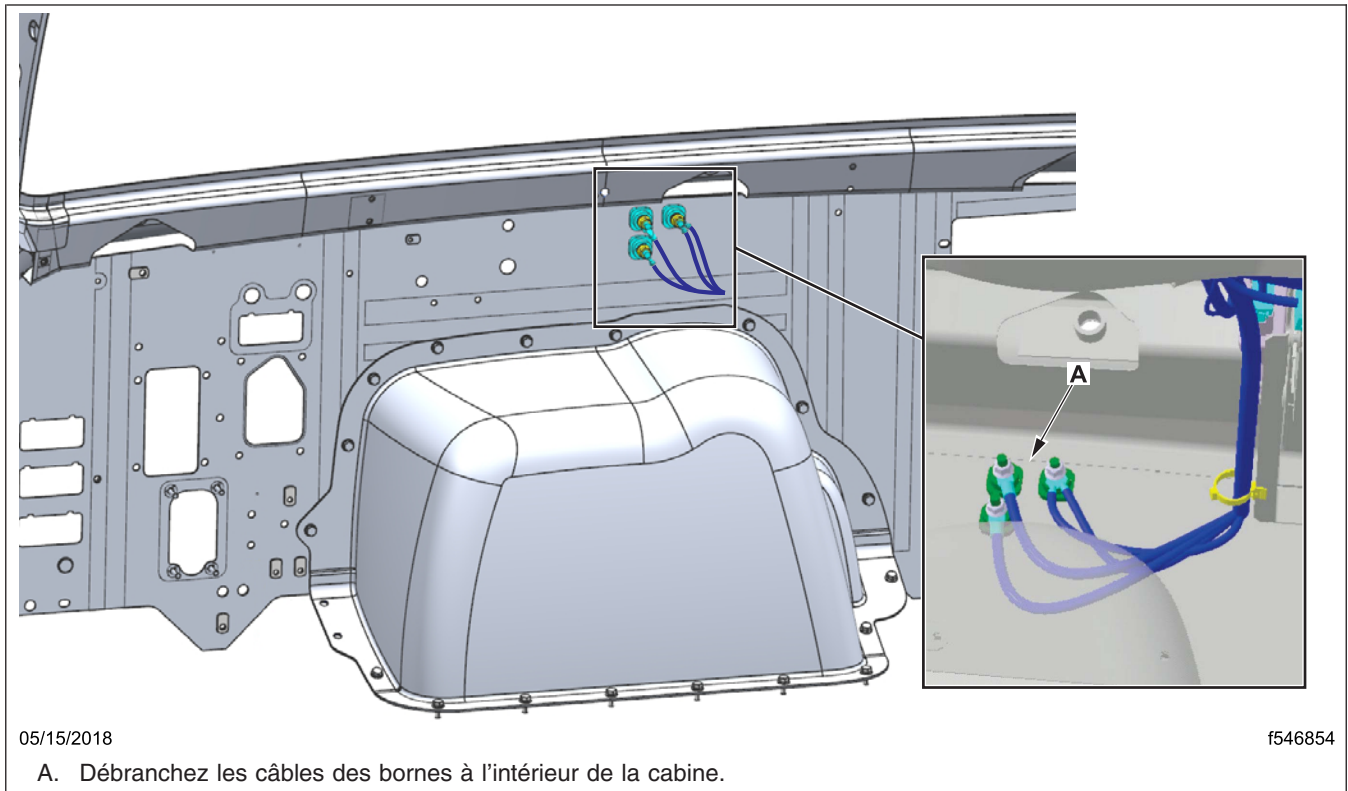

Fig. 5, Emplacement des bornes d'alimentation électrique de la partie avant de la caisse (à l'intérieur de la cabine)
5. Débranchez les câbles des bornes à l'intérieur de la cabine. Reportez-vous à la figure 5